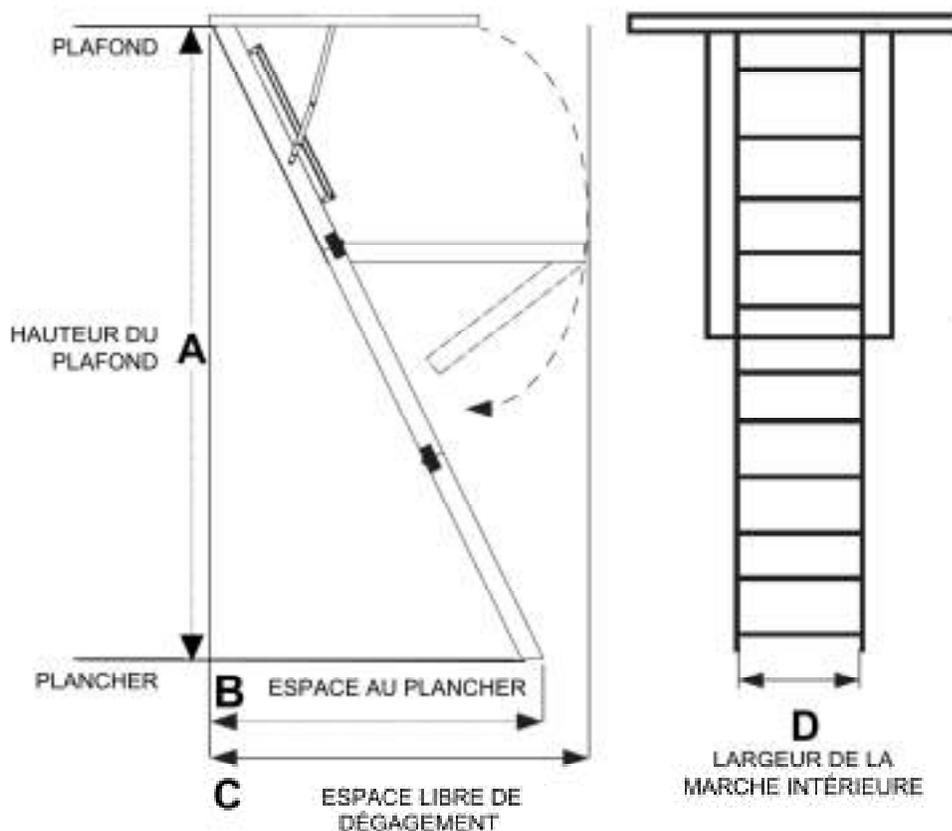

FIGURE 2
Prévoyez suffisamment d'espace pour le rayon d'ouverture et l'emplacement de réception de l'échelle de grenier pliante lorsqu'elle est ouverte (consultez la Figure 2 et le Tableau 3). Placez l'ouverture de l'échelle de grenier pliante de manière à disposer d'un dégagement suffisant pour la tête et d'un espace de marche suffisant quand vous entrez dans le grenier.
1. Remplacement : Vérifier les dimensions et l'emplacement de l'ouverture actuelle (consultez la Figure 2 et le Tableau 3). Si des ajustements sont nécessaires, consultez l'ANNEXE pour recadrer l'ouverture.